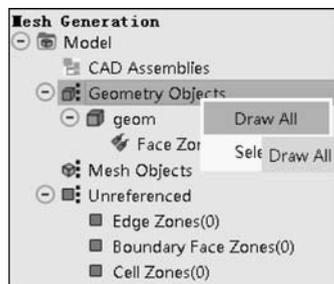
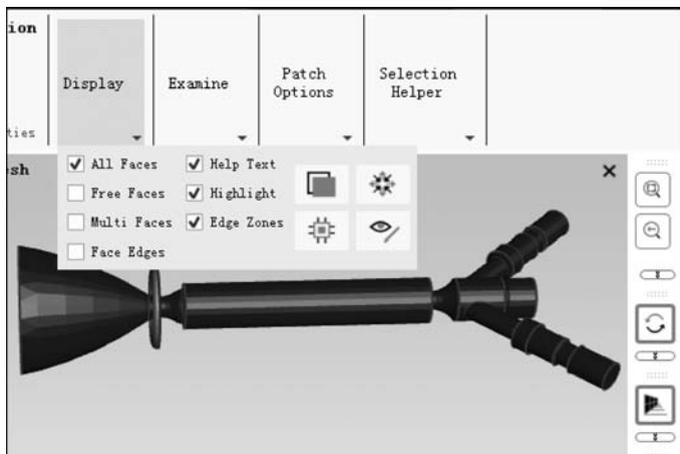

图 3.111 目录树
图 3.112 显示模式切换
(6) 切换到 Outline View 选项页中,目录树显示的内容如图 3.111 所示,模型位于 Geometry Objects 下,表明模型以刻面格式导入。在其上右击,选择 Draw All,此时会显示全部几何模型。如图 3.112 所示,在工具栏中选择 Display,可以对显示的内容进行设置,窗口右侧为视图操作工具,可以进行平移、旋转、缩放等操作。在 Fluent Meshing 中,右击的默认功能为选择对象,按快捷键 F3 可以将其切换为平移功能。